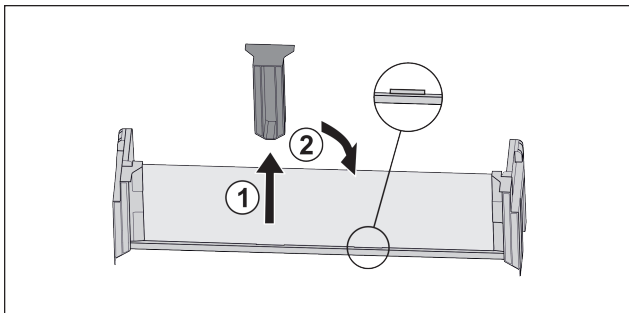

Fig. 114
- ▶ Tõmmake keskmine hoidedetail maha Fig. 114 (1).
- ▶ Pange keskmine hoidedetail teises positsioonis sisse Fig. 114 (2).